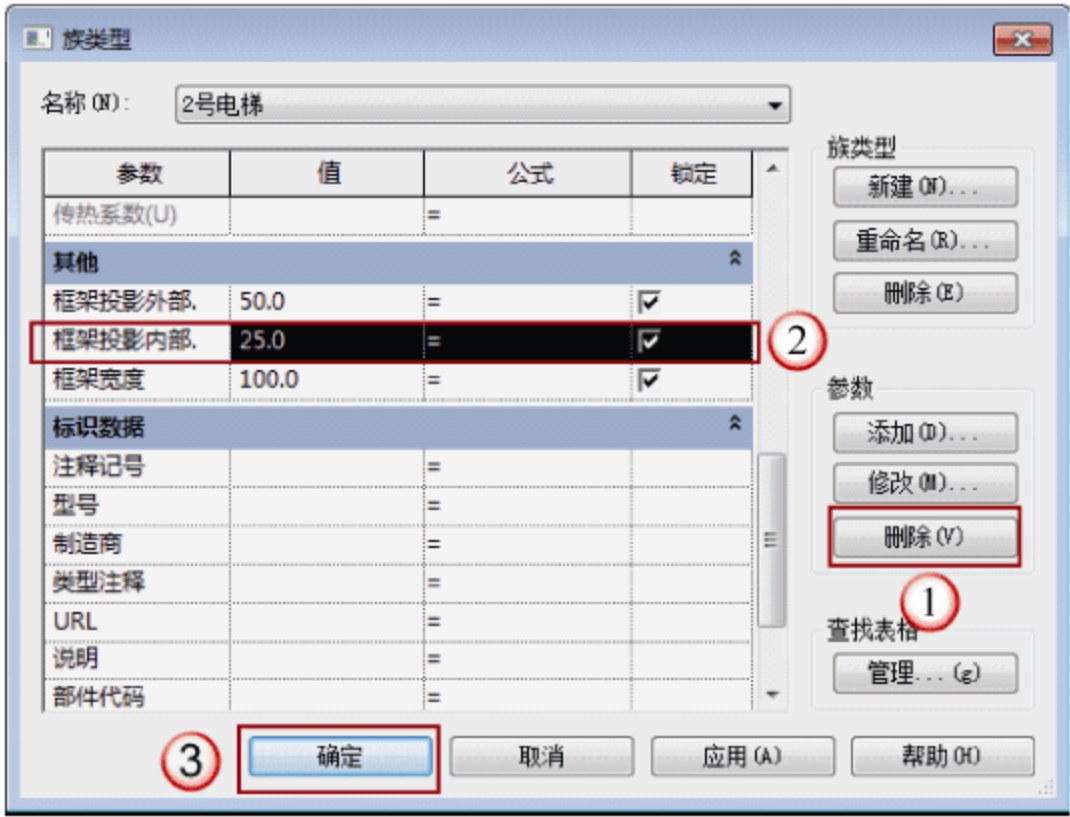

图 8.4.27 修改框架
(4) 修改框架。单击“框架投影内部”栏，在选中后单击“删除”按钮，删除框架投影内部显示，然后分别更改“框架投影外部”和“框架宽度”的数值为“50”和“100”。最后单击“确定”按钮，返回“参照标高”视图，如图 8.4.27 所示。